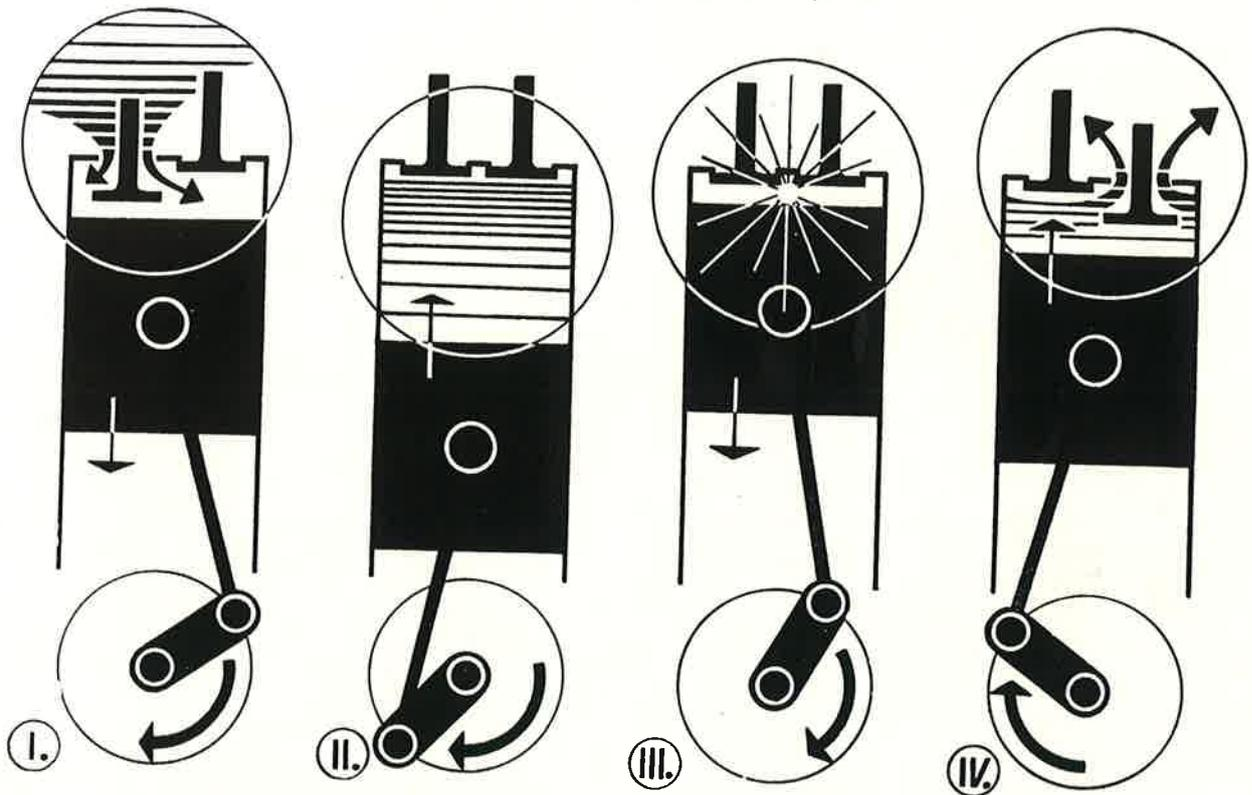

Abb. 1. Arbeitsweise des Motors
I. Erster Takt – Ansaugen (Abb. 1). Der Kolben bewegt sich vom oberen Totpunkt nach unten und saugt bei geöffnetem Einlassventil Frischluft über das Luftfilter und die Ansaugleitung in den Zylinder.
II. Zweiter Takt – Verdichten (Abb. 1). Der Kolben geht nach oben und verdichtet bei geschlossenem Einlass- und Auslassventil die Luft im Zylinder auf einen Druck von etwa 38 at. 28 bis 32° vor dem oberen Totpunkt wird Kraftstoff eingespritzt, der sich an der heißen Luft entzündet. Damit kommt es zum
III. Dritten Takt – zur Verbrennung (Expansion – Abb. 1). Durch den bei der Verbrennung entstehenden Druck bewegt sich der Kolben nach unten und überträgt die Arbeit auf die Kurbelwelle.
IV. Vierten Takt – Auspuff (Abb. 1.) Der Kolben geht nach oben und die Reste der Verbrennungsgase werden über das geöffnete Auslassventil durch die Auspuffleitung in die Atmosphäre gedrückt.